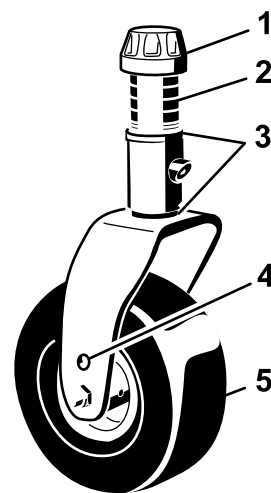

Figura 138
1. Retire a tampa de tensionamento do eixo da roda giratória e desloque o fuso para fora do braço da roda giratória (Figura 138).
Retire a tampa tensora e a forquilha da roda giratória (Figura 138).